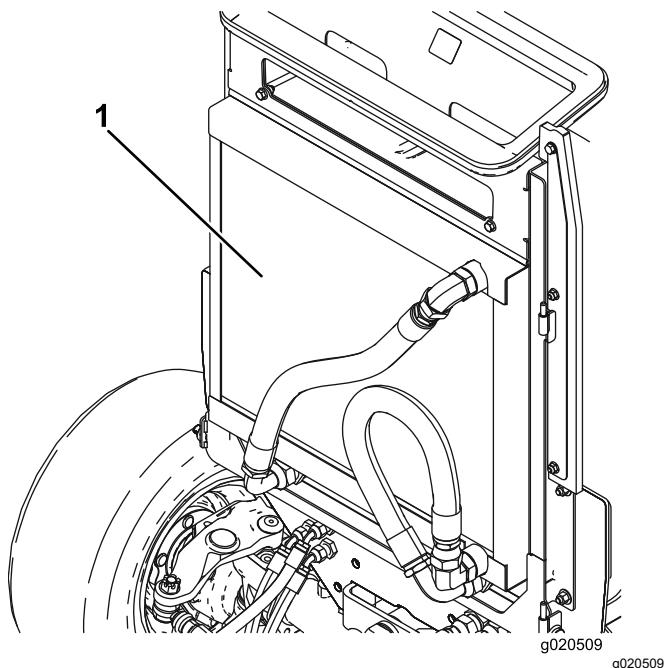

Figura 75
- Limpie a fondo ambos lados de la zona del enfriador de aceite/radiador (Figura 75) con aire comprimido. Empezando en la parte delantera, sople los residuos hacia la parte trasera. Luego, limpie desde atrás, soplando los residuos hacia adelante. Repita el procedimiento varias veces hasta eliminar todos los residuos.